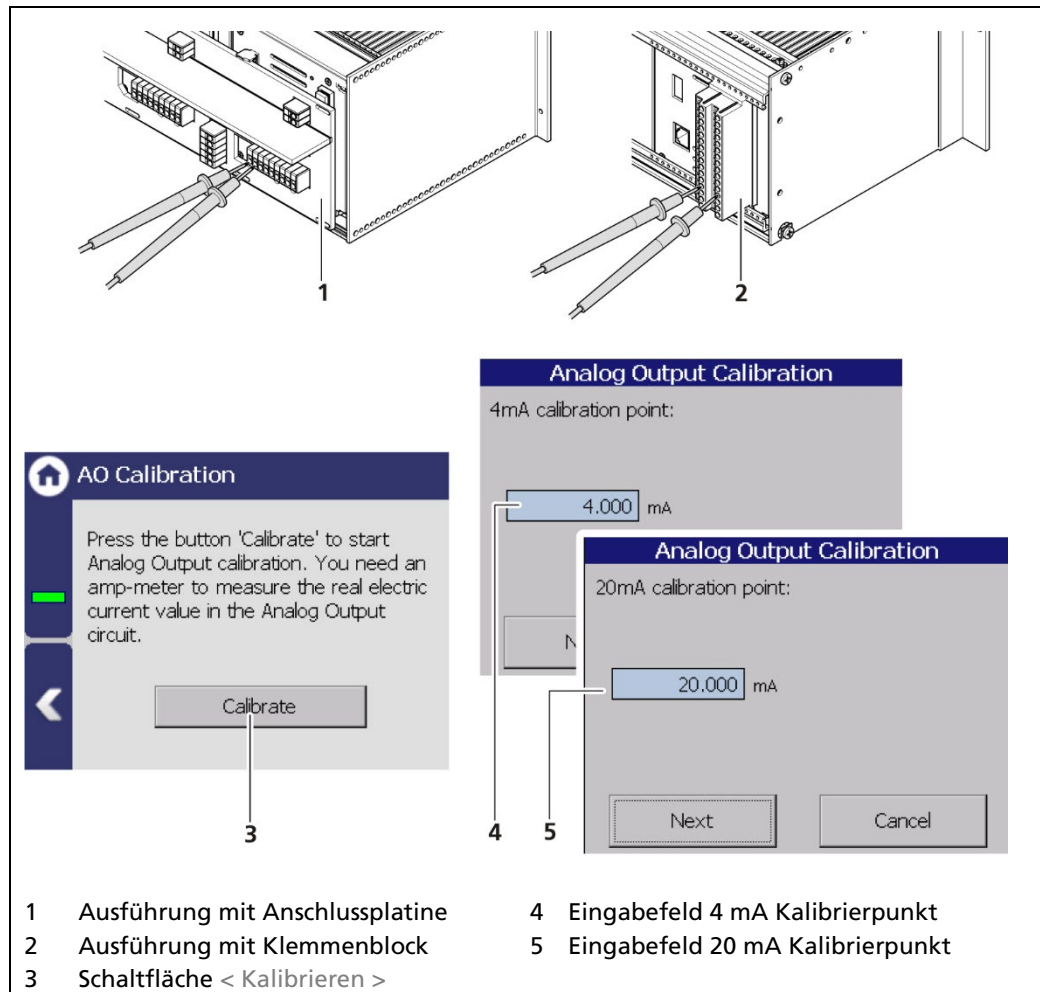

Abb. 118 Analog-Ausgang (Kalibrieren)
2. Beachten Sie die Klemmenbelegung im Dokument „Technische Information“ für Ausführungen mit Anschlussplatinen (Abb. 118, Pos.1) oder die Belegung mit Klemmenblock (Abb. 118, Pos.2).
4. Geben Sie das Eingabefeld (Abb. 118, Pos.4) den angezeigten Wert des Strommessgeräts ein.
6. Geben Sie das Eingabefeld (Abb. 118, Pos.5) den angezeigten Wert des Strommessgeräts ein.